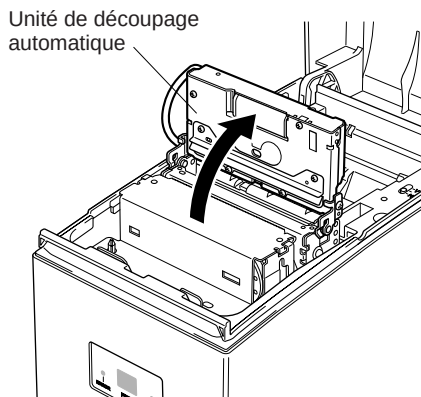

Fig. 5-9 Redressement de l'unité de découpage automatique
- ③ Soulevez l'unité de découpage automatique pour la mettre en position verticale, comme indiqué dans la figure 5-9.